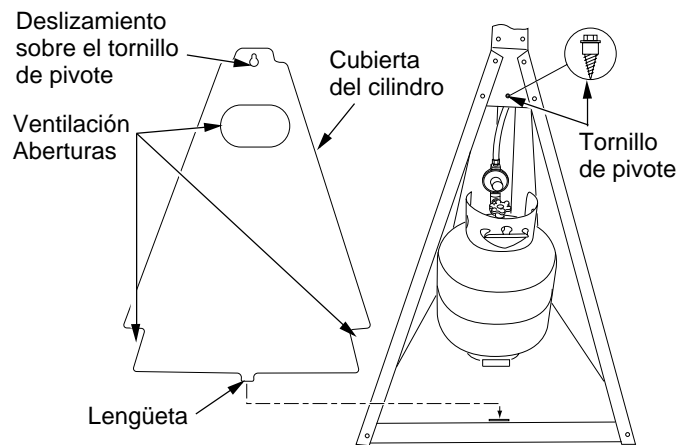

Figura 13: Instalación de la cubierta del cilindro
17. Instale la perilla en el vástago de la válvula de gas, alineando "d-plano" (consulte la figura 13).
18. Instale el tornillo con pivote, que se proporciona, en el orificio central de la parte inferior de la placa posterior (consulte la figura 13).
19. Coloque la cubierta del cilindro sobre este tornillo mientras inserta la lengüeta en la base (consulte la figura 13).
7. Vuelva a colocar la cubierta del cilindro, deslizándola sobre el tornillo de pivote mientras inserta la lengüeta en la base (consulte la figura 13, página 18).